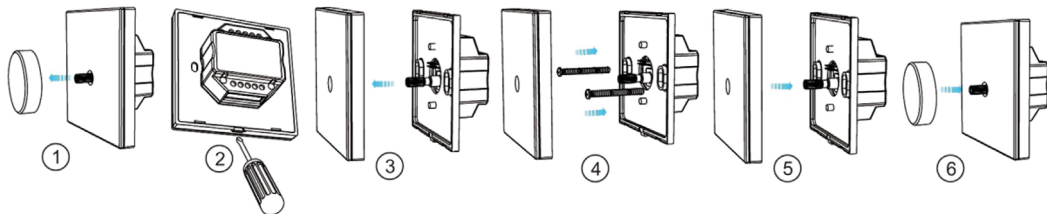

Рис. 2. Монтаж панели SMART.
3.7. Закрепите панель в месте установки (см.рис.2).